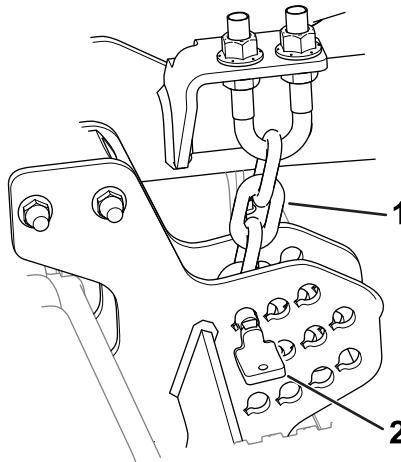

図 18
2. カッティングユニットのサイドプレートから刈高ピン図18を抜き取る。